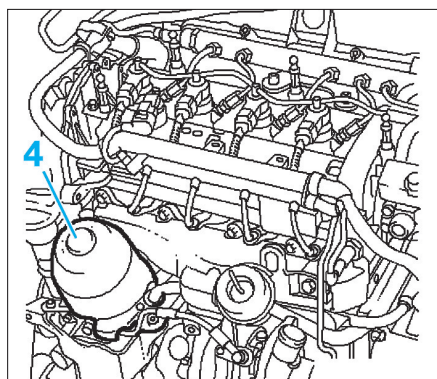

FIG. 57
- Déposer la tôle pare-chaueur du corps de filtre à huile (4) (Fig.57).